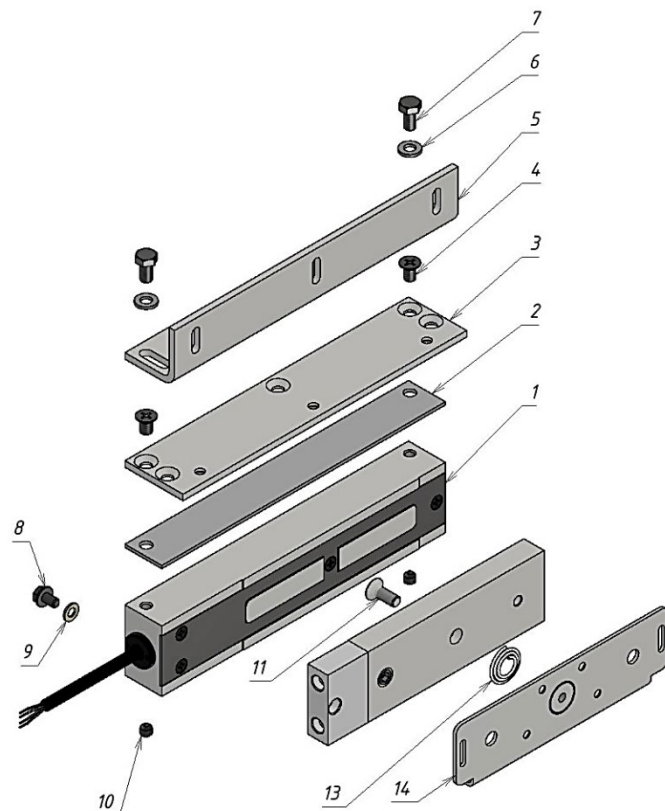
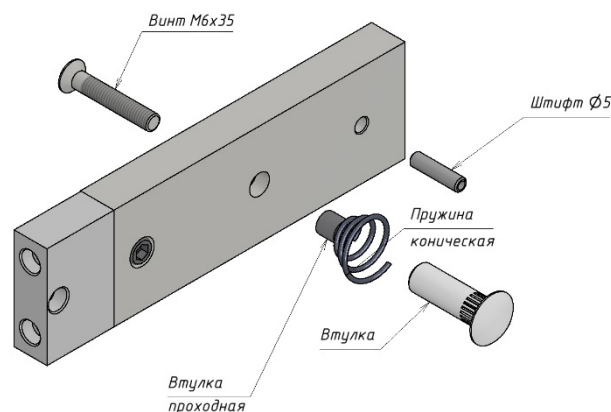

Рисунок 1 – Комплект поставки
Рисунок 2 - Комплект крепления якоря
4.1 В комплект поставки замка входят (рисунок 1):
- корпус (1).....1 шт.
- планка (2).....1 шт.
- пластина монтажная (3).....1 шт.
- винт М6х10 потайн. (4).....2 шт.
- угольник (5).....1 шт.
- шайба 6 (6).....2 шт.
- болт М6х12 (7).....2 шт.
- винт заземления М5х8 (8).....1 шт.
- шайба 5 (латунь) (9).....2 шт.
- винт-заглушка М6х6 (10).....2 шт.
- винт М6х16 (потайн.) под ключ S4 (11).....1 шт.
- якорь (12).....1 шт.
- пружина коническая (13) (из комплекта крепления якоря) 1 шт.
- пластина крепления якоря (14).....1 шт.
- комплект крепления якоря (рисунок 2).....1 шт.
Замок состоит из корпусной части и якорной части (рисунок 1). Для обеспечения эксплуатационных характеристик рабочие поверхности корпуса и якоря должны быть совмещены и плотно прилегать друг к другу при закрывании двери.
Корпус замка может крепиться при помощи угольника (5) или через монтажную пластину (3) (рисунок 1). Если позволяет конструкция места монтажа, допускается крепление непосредственно через крепежные отверстия в корпусе замка (резьба М6), длина винтов в этом случае определяется по месту, при этом в тело корпуса винты должны входить не более чем на 8мм.
- с помощью комплекта крепления якоря с отверстиями в двери для винта крепления якоря и фиксирующего штифта (рисунок 2);
- без отверстий в двери, с помощью монтажной пластины крепления якоря (12) (рисунок 1).